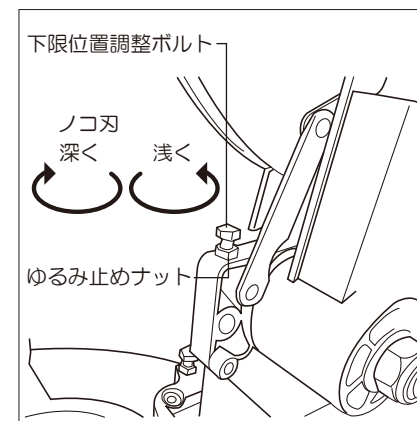

図19
- 下限位置調整ボルトのゆるみ止めナットをゆるめ、下限位置調整ボルトを回します。右に回すとノコ刃は深く、左に回すと浅くなります。(図19参照)